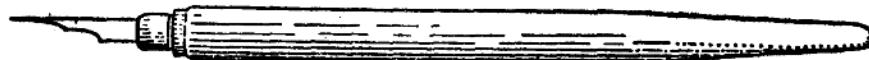

图 1-7
1. 绘图小钢笔的性能、要求与修磨：绘图小钢笔，由笔杆和笔尖组成。小笔尖钢质要好，有弹性；钢片的长短、宽窄、厚薄一致；笔尖中缝要平齐，绘画时无金属交叉响声，笔尖插入插孔后要稳定，见图1-7。